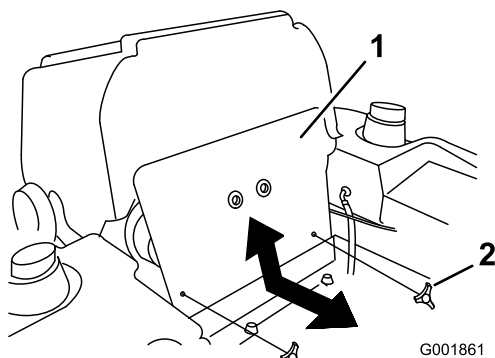

Figura 70
3. Incline el asiento hacia adelante y retire el panel delantero del motor (Figura 70).
7. Instale el panel delantero del motor (Figura 70).